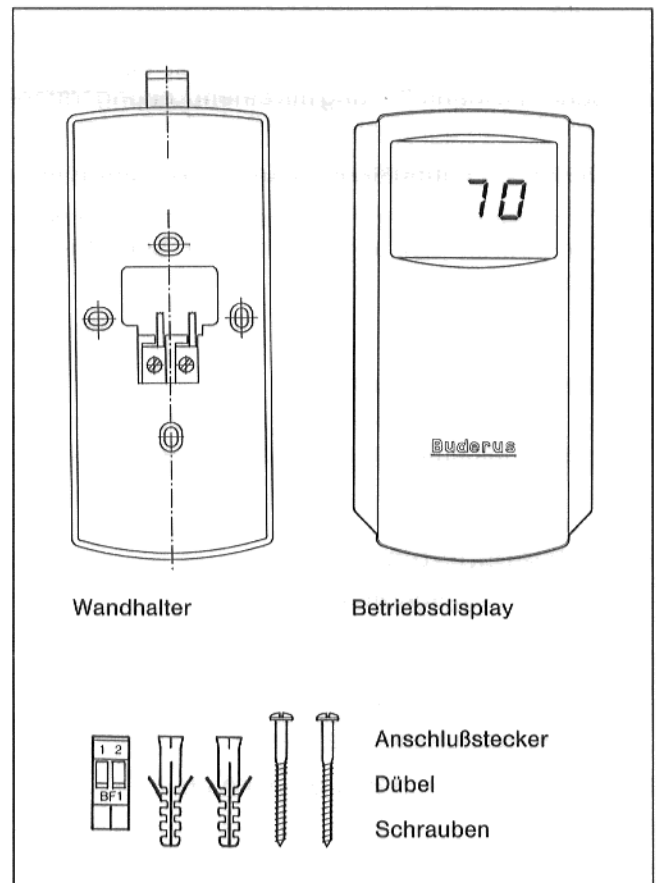

Abb. 1
- Wandhalter an geeigneter Stelle mit den beiliegenden Schrauben und Dübeln befestigen (Abb. 1).